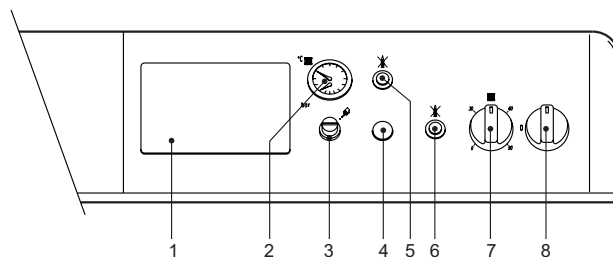

fig. 1
- Placer l'interrupteur de la chaudière "8" sur la position 1 (fig. 1).
- Si la chaudière est équipée d'un module électronique thermostatique, monté en position 1 (fig. 1), l'utilisateur devra tenir compte également des instructions fournies par le constructeur de ce dernier.
Tourner le bouton 7 (fig. 1) dans le sens des aiguilles d'une montre pour augmenter la température de l'eau de chauffage, dans le sens contraire pour la faire diminuer. La température peut être modulée de 30 °C mini à 90 °C maxi. Il est toutefois conseillé de ne pas faire fonctionner la chaudière au dessous de 45 °C.
Programmer à l'aide du thermostat d'ambiance la température souhaitée à l'intérieur des pièces. Commandée par le thermostat d'ambiance, la chaudière s'allume et l'eau est amenée à la température fixée par le thermostat de réglage de la chaudière 7 (fig. 1). Lorsque la température désirée dans les pièces est atteinte, le générateur s'éteint.
La pression de remplissage, lue sur l'hydromètre de la chaudière (rep. 2, fig.1), lorsque l'installation est froide, doit être d'environ 1,0 bar. Si au cours du fonctionnement de l'installation, la pression baisse (à cause de l'évaporation des gaz contenus dans l'eau) à des valeurs inférieures au minimum précité, l'utilisateur devra rétablir la valeur initiale à l'aide du robinet de charge. Refermer toujours le robinet de remplissage à la fin de l'opération.